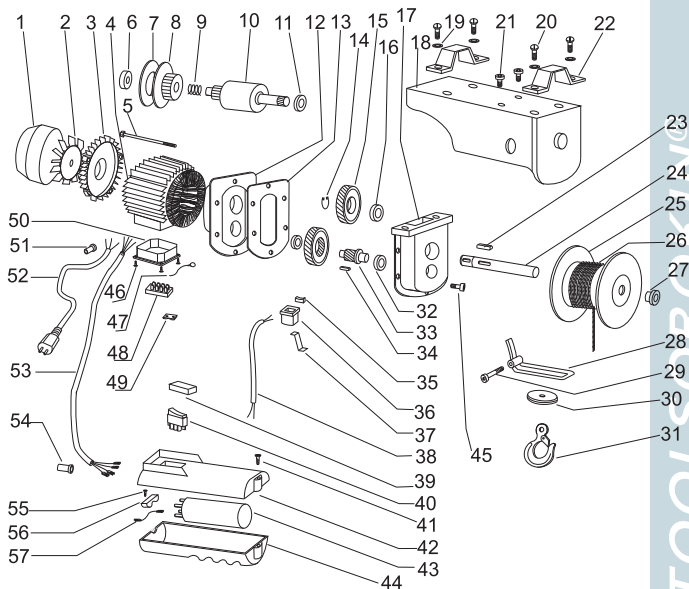

Рисунок 1 - Устройство электротельфера
4. С помощью дистанционного пульта, манипулируйте степенью подъема или спуска груза. Когда фиксатор (30, рис. 1) упрется в стопор (28) мотор электротельфера автоматически остановится. Это позволяет уберечь мотор от перегрузки и его повреждения.